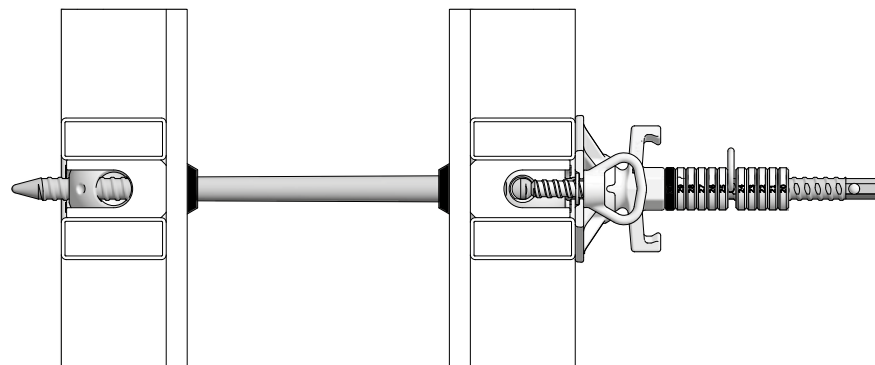

Abb. 16.2
- Einseitige Ankerung mit XT-Konusanker 20 ohne Rillenrohr (Abb. 16.2)